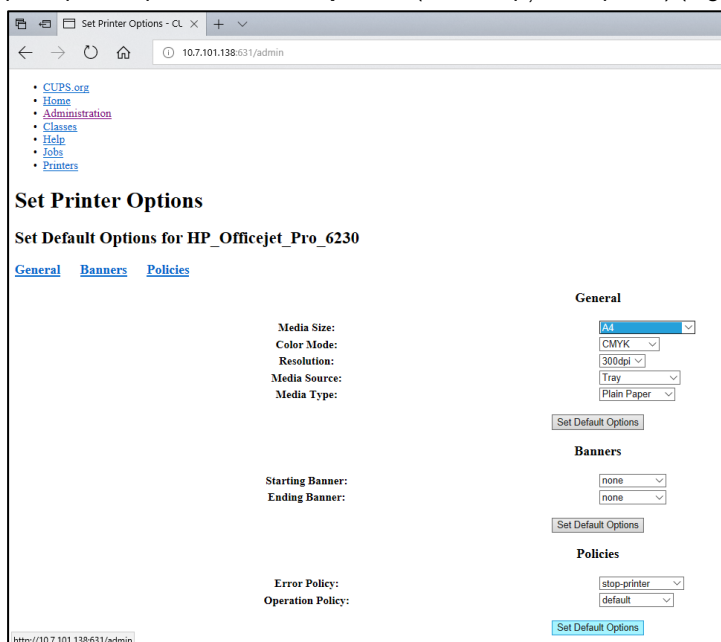

Figura 81. Selectarea Media Size (Dimensiune suport) corectă.
7. Selectați **Media Size** (Dimensiune suport) corectă (cum ar fi „A4”), deoarece unele imprimante nu funcționează dacă formatul hârtiei este greșit. După aceea, salvați selecția prin apăsare pe **Set Default Options** (Setare opțiuni implicite) (Figura 81).